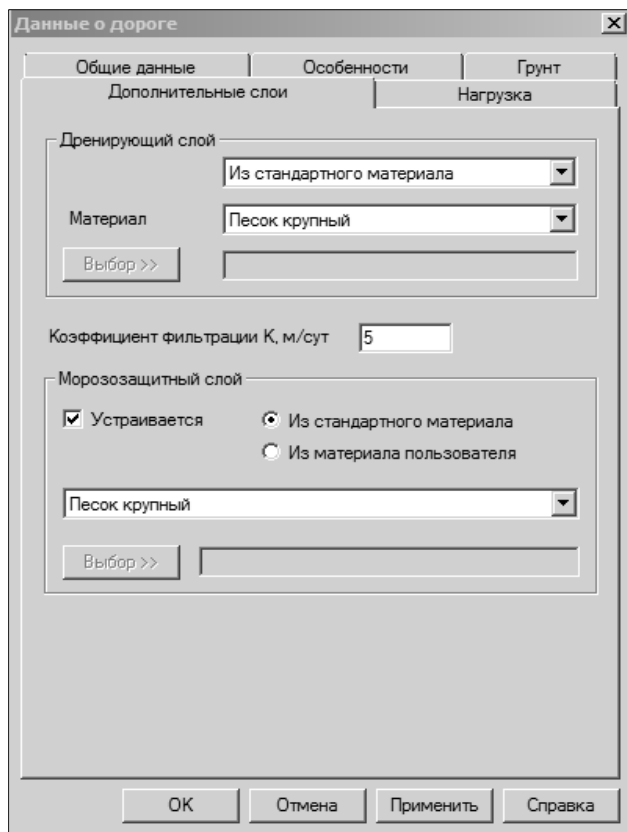

Рис. 26
В окне диалога **Данные о дороге/Дополнительные слои** выполняется ввод данных, которые формируют условия устройства дренажных, морозозащитных слоев (рис. 26).
- Если на вкладке **Грунт** (рис. 26) в качестве грунта рабочего слоя земляного полотна был выбран слабофильтрующий грунт (пылеватые пески, глинистые грунты), то в группе **Дренаж** активизируется поле с выпадающим списком, в котором по умолчанию установлен параметр **Не устраивается**. Остальные параметры из этого списка определяют, какой материал (стандартный из базы, индивидуальный материал пользователя либо морозозащитный слой) будет использоваться в качестве дренажного слоя.